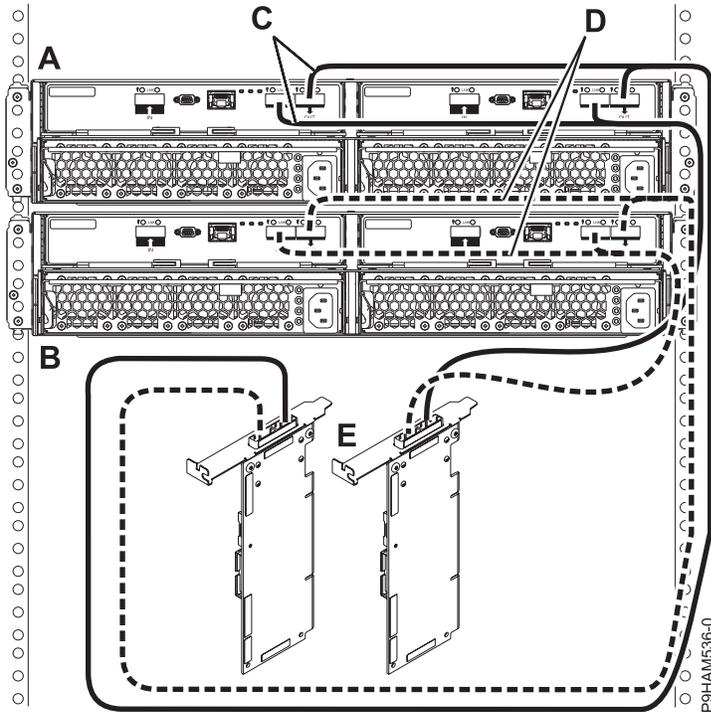

Figura 26. Conexión de modalidad 1 de dos alojamientos de unidad de disco 5887 utilizando cables YO a un par de adaptadores SAS
- Lleve a cabo una conexión en la modalidad 1 de dos alojamientos (A y B) utilizando cables YO (C y D) en un par de adaptadores SAS (E), tal como se muestra en la Figura 26 en la página 25, y, a continuación continúe con "Conexión de los cables, cables de alimentación e instalación de cubiertas" en la página 29.